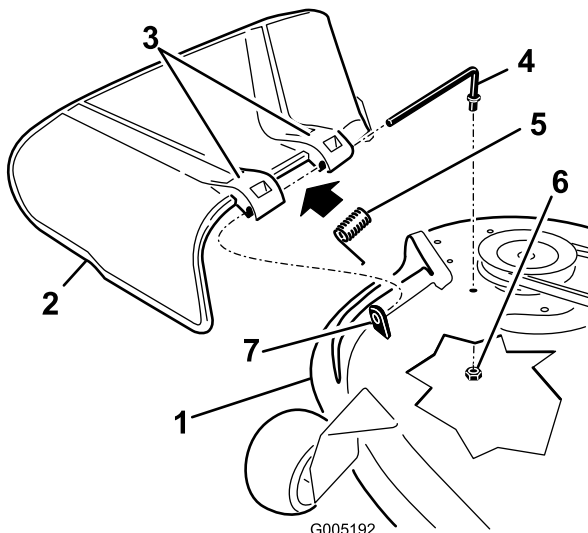

Bild 50
1. Machen Sie die in Bild 50 gezeigten Teile ausfindig.
2. Nehmen Sie die Mutter (3/8 Zoll) aus der Stange unter dem Mähwerk ab (Bild 50).
3. Schieben Sie die Stange aus dem kurzen Vorsprung, der Feder und dem Ablenkblech (Bild 50). Entfernen Sie defekte oder abgenutzte Ablenkbleche.
4. Montieren Sie das Ablenkblech (Bild 50).
6. Setzen Sie die Feder mit den Enddrähten nach unten auf die Stange, zwischen die Ablenkblechhalterungen. Schieben Sie die Stange durch die zweite Halterung am Grasablenkblech (Bild 50).
7. Schieben Sie die Stange vorne am Ablenkblech in den kurzen Vorsprung am Mähwerk. Befestigen Sie das hintere Stangenende mit einer Mutter (3/8 Zoll) am Mähwerk (Bild 50).